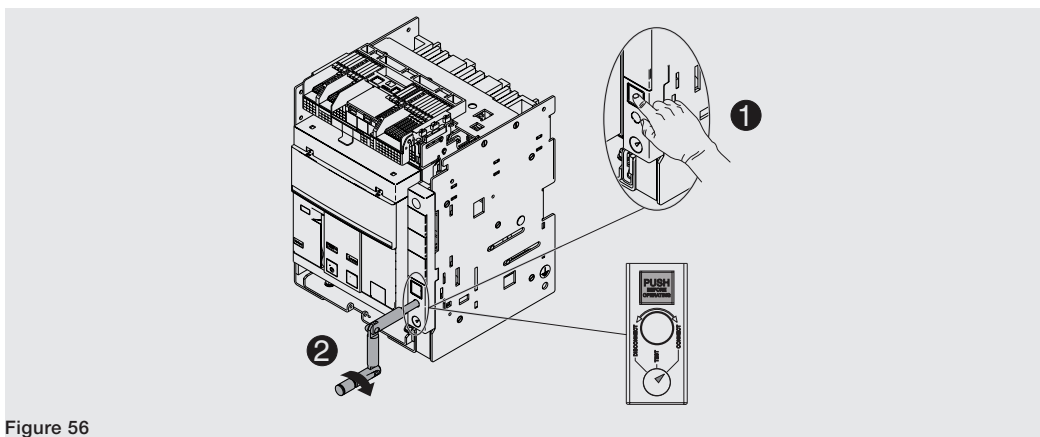

Figure 56
7. Appuyer sur le bouton de blocage puis tourner la manivelle dans le sens horaire jusqu'à ce que le bouton sorte et l'indicateur signale que le disjoncteur est en position **CONNECT**. Voir Figure 56.